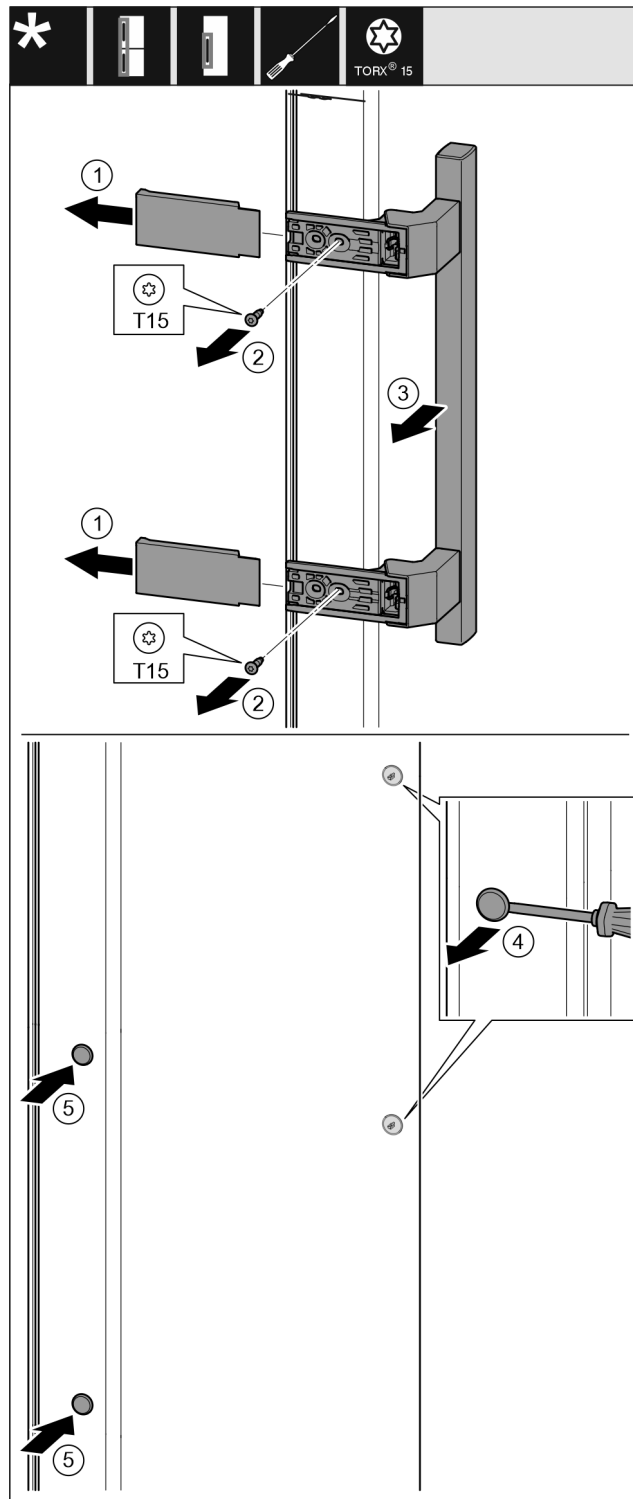

Fig. 16
- ▶ Trekk dekselet av. Fig. 16 (1)
- ▶ Skru ut skruene med skrutrekker T15. Fig. 16 (2)
- ▶ Ta av håndtaket. Fig. 16 (3)
- ▶ Løft sideproppen forsiktig opp med en skrutrekker, og trekk den ut. Fig. 16 (4)
- ▶ Sett proppen inn igjen på den andre siden. Fig. 16 (5)